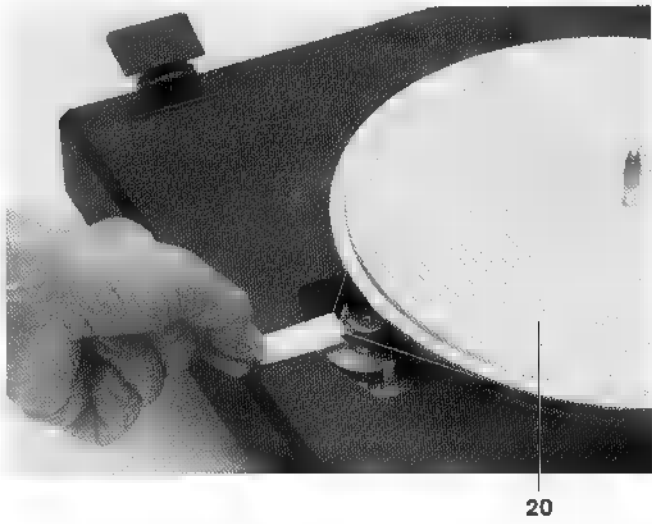

Fig. 1
- Nehmen Sie den Plattenteller (10) mit Plattentellerbelag (11) von der Styroporeinlage.
- Nehmen Sie den Antriebsteller (20) mit Kartonzuschnitt ab.
- Setzen Sie nun den Antriebsteller (20) mit aufgelegtem Riemen wieder auf und drehen Sie ihn, bis das Halteband, welches unter den Antriebsriemen geklemmt ist, neben der Motorantriebsrolle liegt.
- Jetzt mit Hilfe des Bandes den Riemen über die Antriebsrolle legen und das Halteband entfernen (Fig. 1).